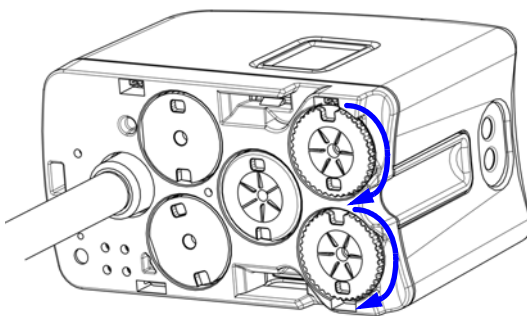

Figura 5.1 Localização dos discos
1. Antes de inserir o clipe, abra as pegas (mandíbulas) do instrumento girando os discos no sentido horário (Figura 5.1).